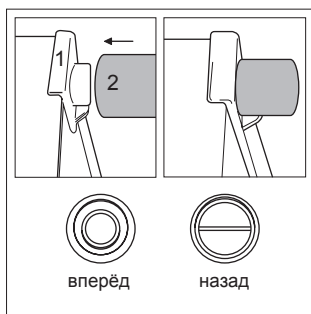

Рис.1
4. Установите ограничительные упоры в верхние углы задней стенки холодильника как показано на рис. 1. Упоры поставляются, в дверной корзине внутри холодильной камеры.